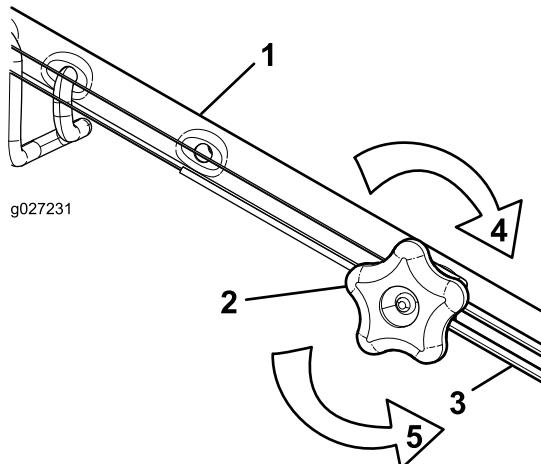

Bild 40
1. Drehen Sie das Handrad nach links, um die Zugeinstellung zu lösen (Bild 40).
2. Stellen Sie die Spannung des Zugs (Bild 40) ein, indem Sie ihn zurückziehen oder nach vorne drücken und dann in dieser Stellung arretieren.